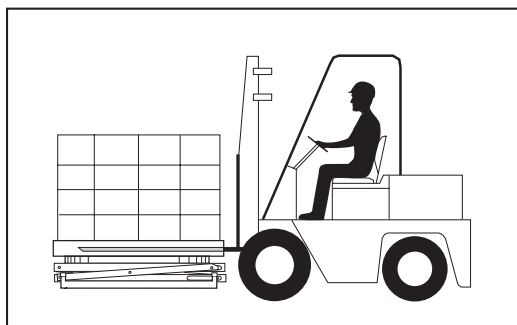

Fig. 7
1. Placez la charge sur le chariot et abaissez ensuite la fourche. Avant d'enlever la charge, s'assurer que l'appareil supporte la charge et non pas le chariot élévateur à fourche (voir la figure 7). Abaissez la charge jusqu'à ce que les ressorts de la plateforme de levage soient complètement compressés. Assurez-vous que la fourche du chariot élévateur soit bien dégagée de la palette.